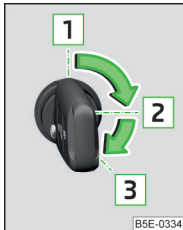

Abb. 143
Positionen des Fahrzeugschlüssels im Zündschloss » Abb. 143
- Den Schlüssel in die Position **1** » Abb. 143 auf Seite 125 drehen.